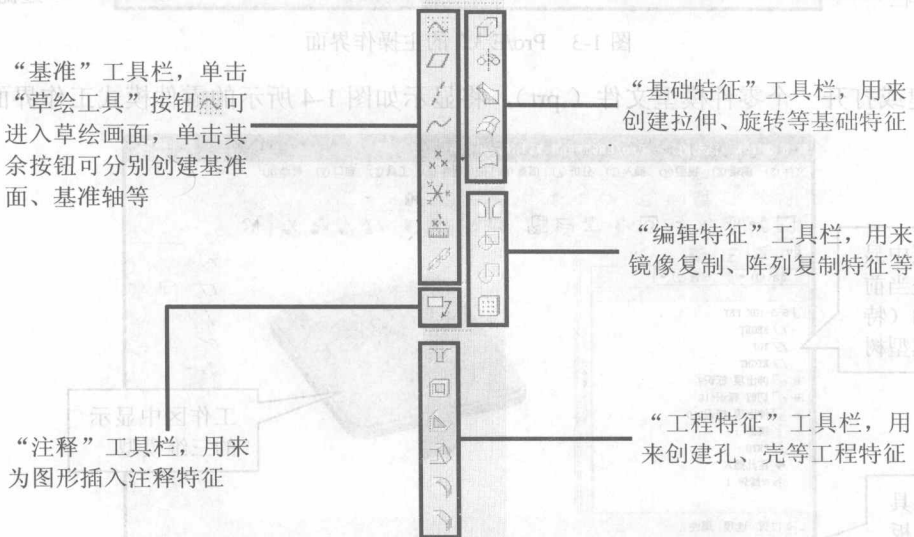

图 1-6 特征工具栏
- ✧ **特征工具栏区**：位于 Pro/E 窗口的右侧，由“基准”、“基础特征”、“工程特征”、“注释”和“编辑特征”工具栏组成，这些工具栏沿竖直方向排列，用来显示常用的特征工具，如图 1-6 所示。